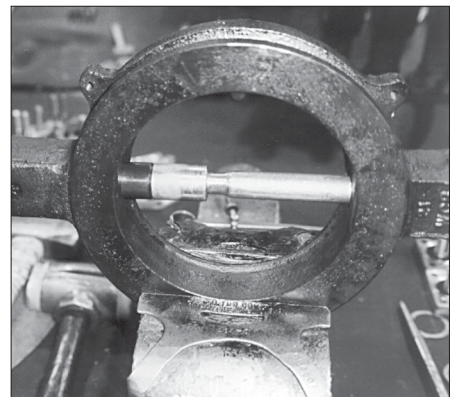

Abb. 5 – Lagerbuchse teilweise eingeführt
2. Das Wellenlager (8) vorsichtig mit einem Gummihammer in die Lagerkammer einklopfen, um das Lager (8) vor Beschädigung zu schützen.
3. Wenn das Wellenlager (8) teilweise in das Gehäuse eingetrieben wurde, das Ein-/Austreibwerkzeug am oberen Wellenlagerbuchse ansetzen. (siehe Abb. 5)